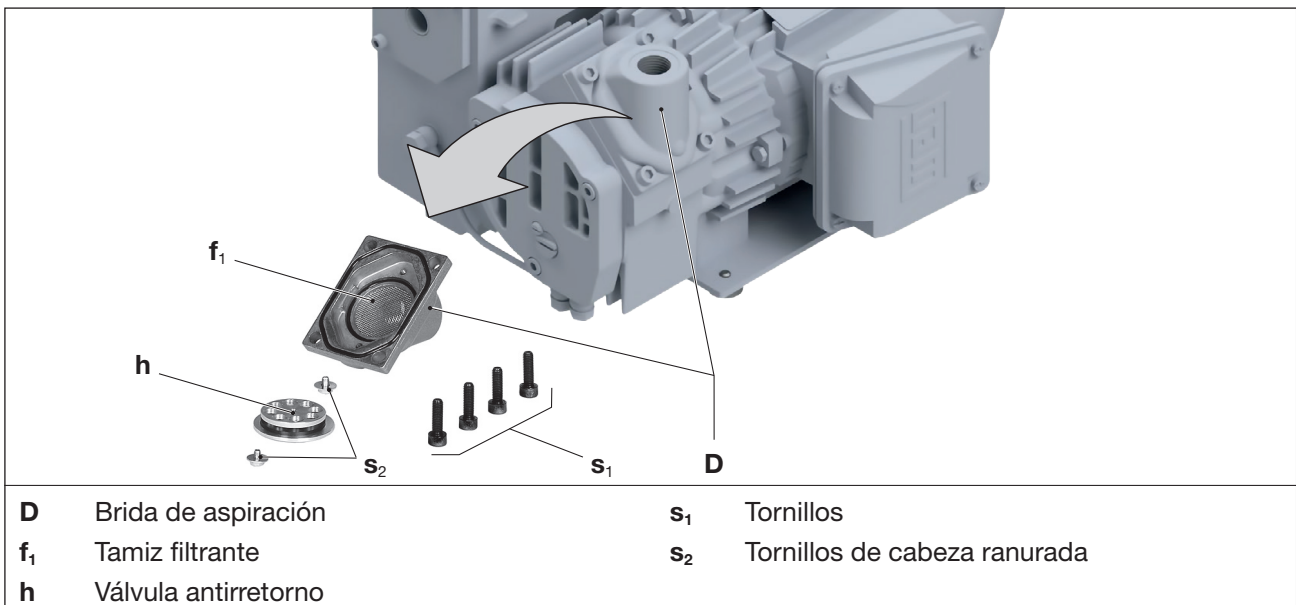

Fig. 6 Limpiar el tamiz filtrante
Limpiar el tamiz filtrante (Fig. 6/f₁) lavándolo o utilizando aire comprimido o sustituirlo con mayor o menor frecuencia según el grado de suciedad del medio aspirado.
- Aflojar los cuatro tornillos (Fig. 6/s₁) de la brida de aspiración (Fig. 6/D) y retirar la brida de aspiración.
- Aflojar los dos tornillos de cabeza ranurada (Fig. 6/s₂) de la válvula antirretorno (Fig. 6/h) y retirar la válvula antirretorno de la brida de aspiración.
- Retirar el tamiz filtrante (Fig. 6/f₁) de la brida de aspiración y limpiarlo.
- Colocar el tamiz filtrante (Fig. 6/f₁) en la brida de aspiración (Fig. 6/D). A continuación, introducir la válvula antirretorno (Fig. 6/h) y fijarla con los dos tornillos de cabeza ranurada (Fig. 6/s₂).
- Montar la brida de aspiración (Fig. 6/D) en la bomba con los cuatro tornillos (Fig. 6/s₁).